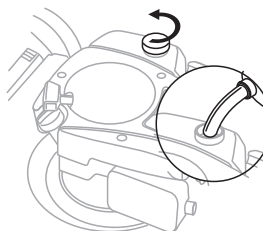

Fig. 5
- Llena el motor con gasolina sin plomo nueva, limpia y normal con un mínimo de 87 octanos. También se puede usar gasolina con hasta un 10% de etanol "E10". Llena el tanque de combustible hasta el fondo del cuello de llenado del tanque. NO LO LLENES EN EXCESO. (Fig.5)